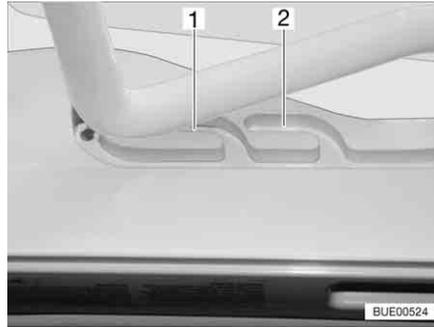
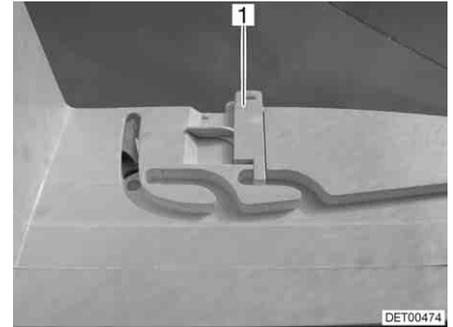

Fig. 79 Claraboya Heki en posición de ventilación
Fig. 80 Bloqueo de la posición de ventilación
La claraboya Heki se puede colocar en dos posiciones de ventilación: Posición de mal tiempo (Fig. 79,1) y posición mediana (Fig. 79,2). Según el modelo, la claraboya podrá ser bloqueada en la posición mediana con el pestillo (Fig. 80,1).
- Presionar el estribo ligeramente hacia arriba y empujarlo en la guía seleccionada (Fig. 79,1 ó 2) y, si fuera necesario, bloquearlo.